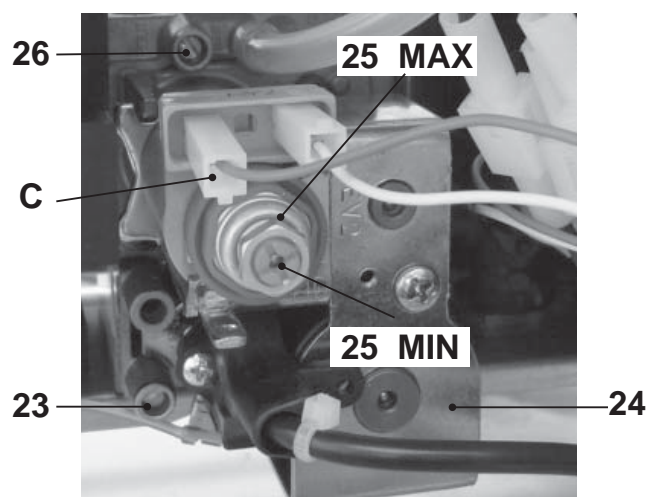

Fig. 7.3
Prelevare un'abbondante quantità d'acqua calda sanitaria. Confrontare il valore di pressione misurato con quello indicato nelle tabelle "Pressione gas massima al bruciatore" Fig. 7.4 e Fig. 7.5. Per tarare la pressione al bruciatore agire sul dado esagonale grande in ottone dell'operatore modulante 25 max in Fig. 7.3 (ruotando in senso orario la pressione aumenta).
- A caldaia spenta (fuori servizio), controllare la pressione di alimentazione utilizzando la presa 23 in Fig. 7.3 e confrontare il valore letto con quelli riportati nella tabella Pressioni di alimentazione gas nella sezione "Dati tecnici" pag. 22.
- Richiudere bene la presa di pressione 23 in Fig. 7.3.
- Aprire la presa di pressione 26 in Fig. 7.3 e collegare un manometro.
- Sconnettere il filo di alimentazione C dell'operatore modulante 25 . Fare attenzione che non vada a toccare le parti metalliche della caldaia Fig. 7.3.
- Confrontare il valore di pressione misurato con quello indicato nelle tabelle "Pressione gas minima al bruciatore" Fig. 7.6 e Fig. 7.7. Per tarare la pressione al bruciatore agire sulla vite in plastica (25 MIN. in Fig. 7.3) tenendo fermo il dado esagonale in ottone grande (25 MAX. in Fig. 7.3) dell'operatore modulante (ruotando in senso orario la pressione aumenta).
- Collegare il filo di alimentazione C in Fig. 7.3 dell'operatore modulante.
- **Chiudere molto bene la presa di pressione 26 in Fig. 7.3.**
- Aprire la presa di pressione in Fig. 7.3 e collegare un manometro.